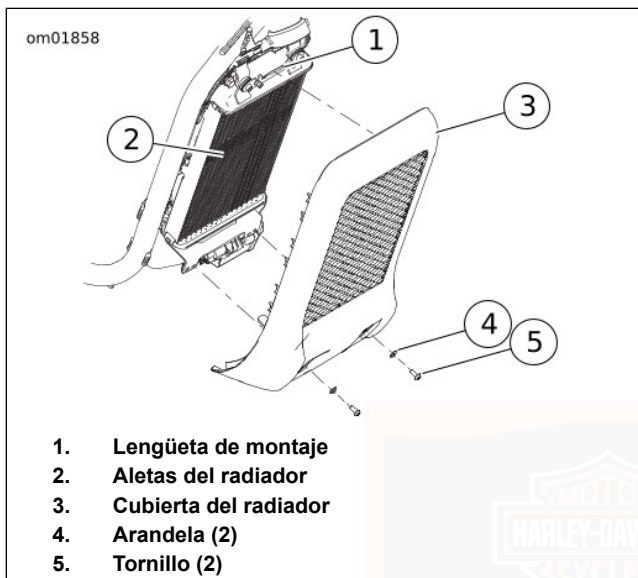

Figura 37. Cubierta del radiador
1. Vea Figura 37. Extraiga los tornillos (5) y las arandelas (4).
2. Quite la cubierta del radiador (3) de la lengüeta de montaje (1).